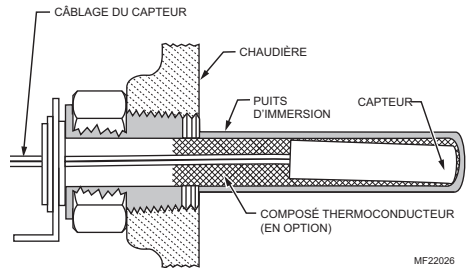

Fig. 5. Installation du capteur de rechange.
3. Mettre le capteur à l'intérieur du puits comme l'indique la Fig. 5. (Si désiré, distribuer le composé thermoconducteur dans le tube avant de l'insérer dans le capteur, comme le décrit la section « Nouvelle installation ».)
4. S'assurer que le capteur repose complètement au fond du puits (Fig. 5). Utiliser un petit crayon pour mesurer la profondeur du capteur du puits, au besoin.
2. Aligner prudemment le capteur de remplacement avec l'orifice de la carte de circuit imprimé et le guider dans le boîtier Aquastat et le puits. Se reporter à la Fig. 5.
3. S'assurer que le capteur repose complètement au fond du puits (consulter la Fig. 5). Utiliser un petit crayon pour mesurer la profondeur du capteur du puits, au besoin.